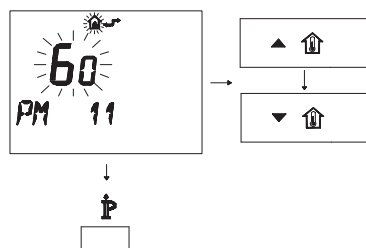

Figura 5.57
- Per modificare il SET programmato agire sui pulsanti ▲⬆️ o ▼⬆️ e aspettare che il numero programmato cominci a lampeggiare (Figura 5.57). Ogni passo incrementato o decrementato corrisponde a 1 secondo.